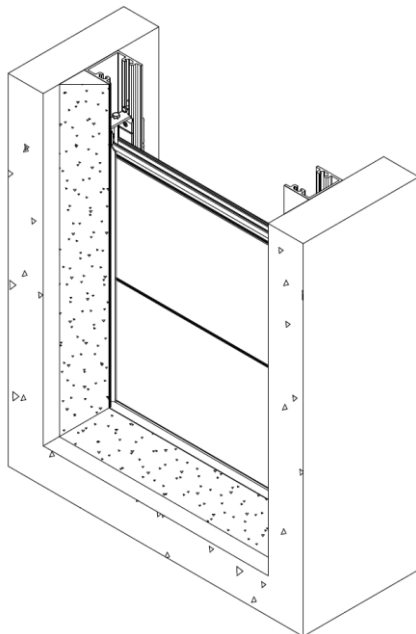
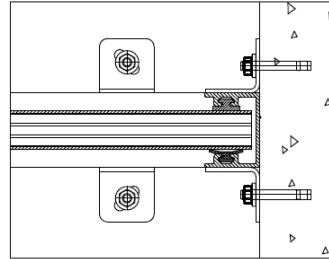
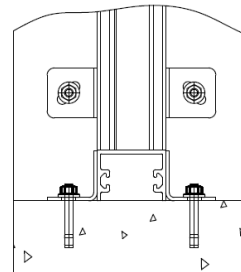

Figura 9
Figura 7
Figura 8
- Instalar los anclajes inferiores y, seguidamente, los anclajes laterales (ver Figura 7). Todas las compuertas canales de montaje mural lateral incorporan grapas de fijación lateral
Rellenar con hormigón expansivo todos los huecos (ver Figura 9), tanto en la parte inferior (ver Figura 8) como en los laterales de la compuerta (ver Figura 7). Cabe destacar que el relleno con hormigón expansivo tiene un objetivo doble: